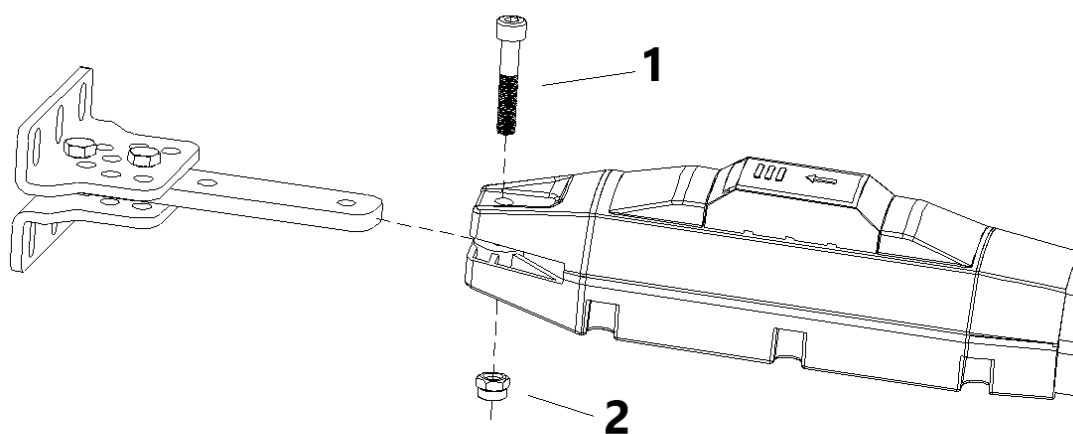

Figura 8
D) Conecte a unidade principal aos suportes de conexão com o parafuso e a porca, conforme mostrado na Figura 8.